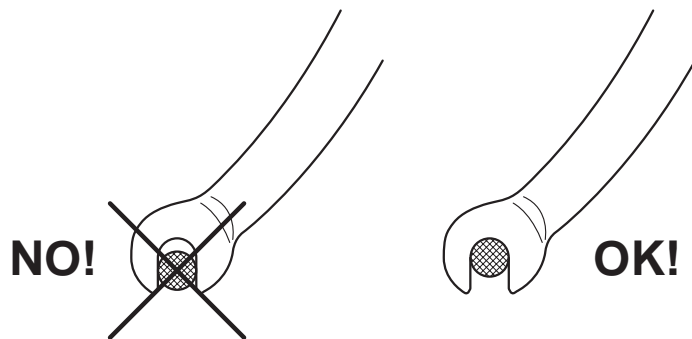

Fig. 15
- Posizionate la ruota nei forcellini del telaio e assicuratevi che vi sia inserita a fondo (Fig. 15).
- Position the wheel axle in the forks in the frame and ensure that the axle is fully inserted in the notch as shown in Figure 15.
- Das Laufrad in die Ausfallenden des Rahmens einführen und sicherstellen, daß das Laufrad bis zum Anschlag der Ausfallenden des Rahmens eingeführt ist (Abb. 15).
- Positionnez la roue dans les pattes du cadre et assurez-vous qu'elle y est insérée à fond (Fig. 15).
- Poner la rueda en las horquillas del cuadro comprobando que haya entrado del todo (Fig. 15).
- Plaats het wiel in de vorken van het frame en overtuig uzelf dat het goed tussen de vorkeinden zit (Fig. 15).